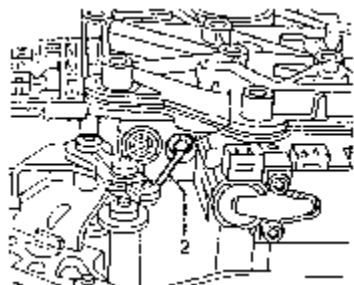

图 7-136 拆卸阀体/脱钩操作杆
(4) 拆卸阀体/脱钩操作杆。拆下阀体时，手动换档阀仍然保留在阀体中，拔手动换档阀，直至它与操作杆脱钩，固定手动换档阀，使它不脱落。如图 7-136 所示。
(7) 将操作杆钩入手动换档阀。旋转手动换档阀，使凸肩对准操作杆，将带手动换档阀的操作杆装入阀体，参照图 7-136。